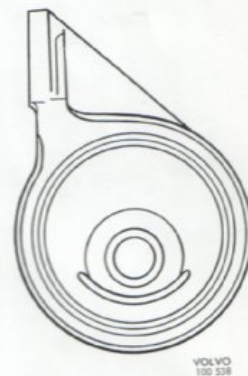

Bild 3. Gummikudde, monterad
stödja under plattan. Kudden pressas i med hjälp av plattan (1). Se till att kudden monteras från den fasade sidan av hållaren och att hålet för fästbulten kommer enligt bild 3.